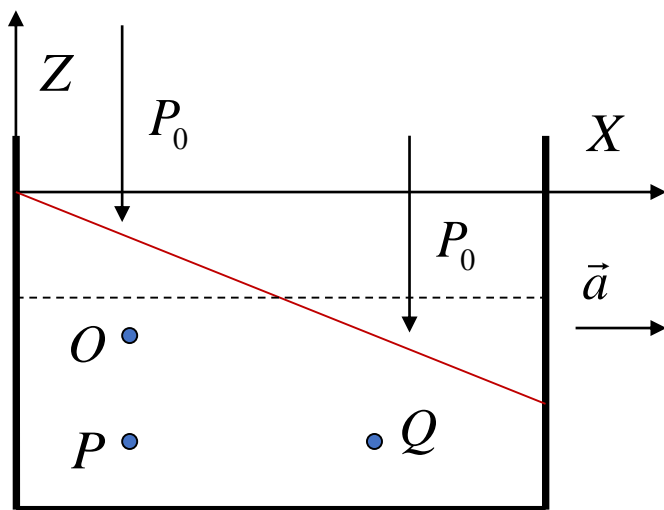

图1 水平加速度
4. 如图1，容器及水做向右的加速运动，加速度 \vec{a} 为常数。自由液面过坐标原点，且压强为 P_0 。PQ平行于 x 轴，OP平行于 z 轴。试完成：1) 推导等压面方程；2) 比较P、Q和O三点的压力大小。